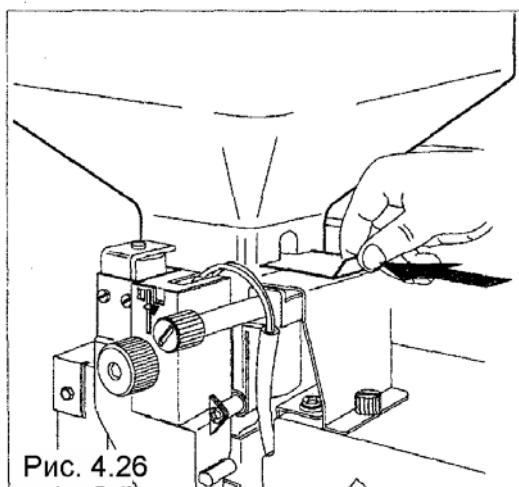

Рис. 4.26
- Чтобы выполнить загрузку, необходимо снять каждый контейнер (рис. 4.26). В частности, для контейнера для зерен кофе нужно перед выемкой контейнера закрыть дверцу жеоба.